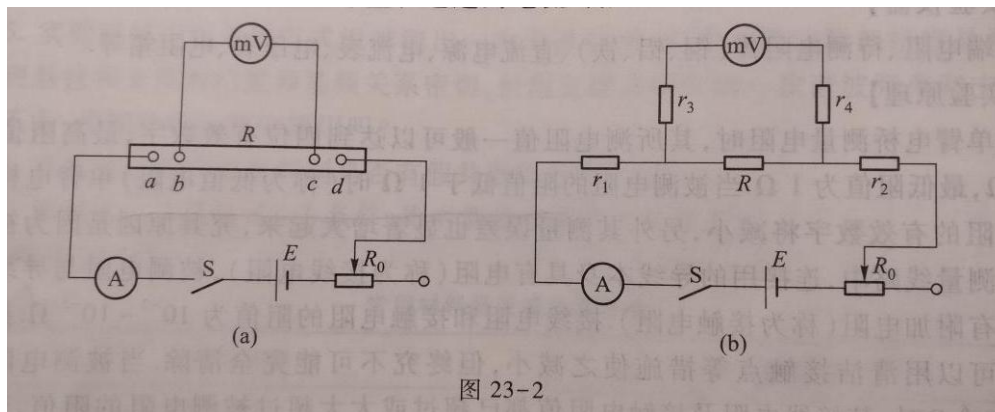

图 23-2
1. 根据上面介绍的图 23-2 的连接方法测量 R_x 。